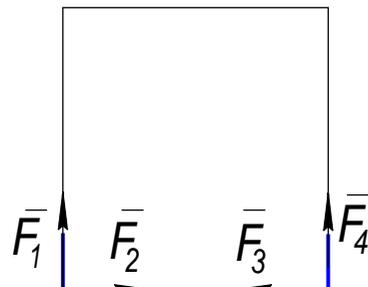

Рис.1.26
1.34. К вершинам квадрата приложены четыре силы  $F_1 = F_2 = F_3 = F_4 = 1$  Н. Определить модуль равнодействующей этой системы сил (рис.1.26)